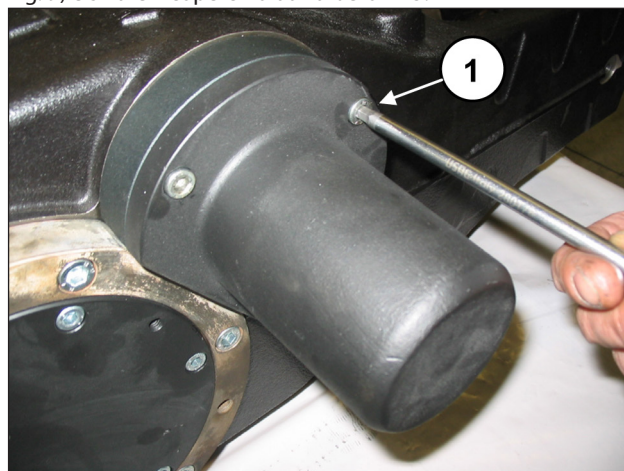

Fig. 9
Svitare le viti di fissaggio coperchio estremità albero (pos. ①, Fig. 9) e sfilare il coperchio dall'albero PTO.